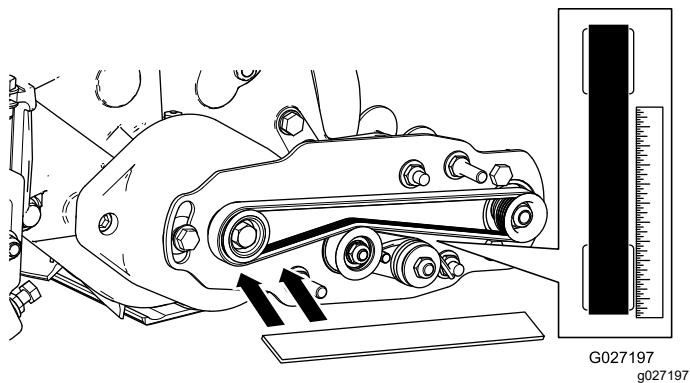

图 16
- 沿着**驱动**皮带轮的外面放置直尺 图 16。切勿把直尺穿过驱动皮带轮和从动皮带轮。